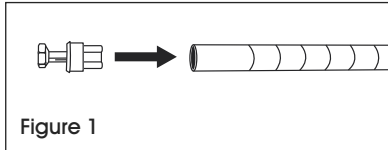

Figure 1
1. Assurez-vous que le montant est placé comme illustré. (Voir Figure 1)